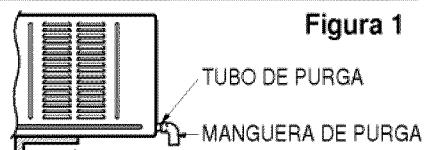

Figura 1
2. Conecte una manguera de purga de $\frac{9}{16}$ " de diámetro interior al tubo de purga como se muestra en la Figura 1.